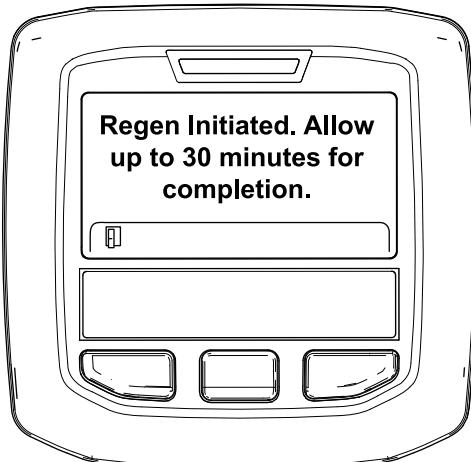

Bild 39
- Wenn die Regenerierung zugelassen wird, wird die Meldung „Regen. Initiated. Allow up to 30 minutes for completion“ im InfoCenter angezeigt. Warten Sie, bis die Maschine die geparkte Regenerierung abgeschlossen hat (Bild 39).